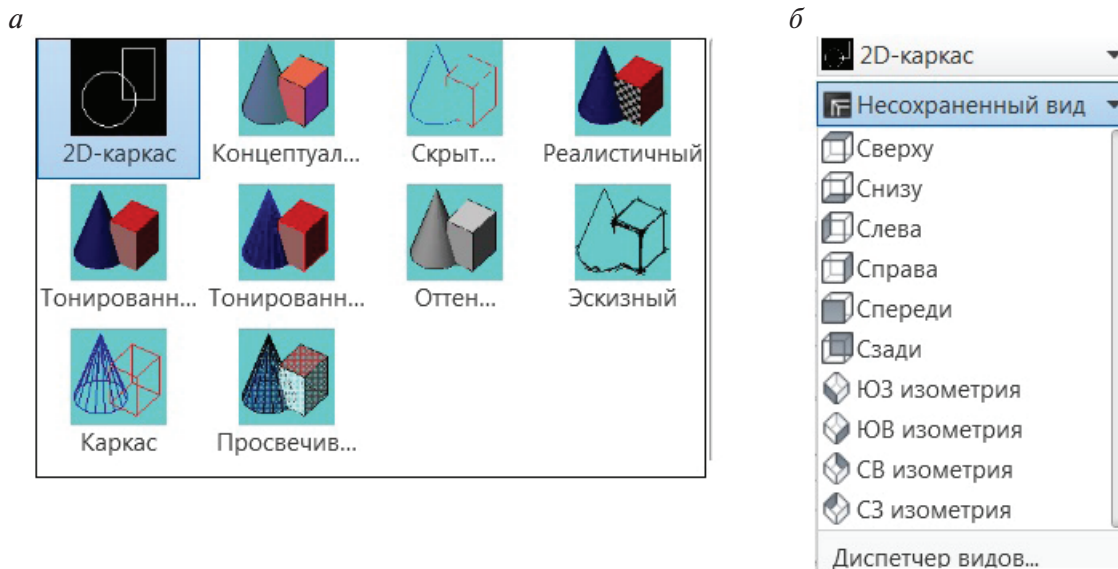

Рис. 3.1.5. Лента. Вкладка Главная. Панель инструментов Вид:
В рабочем пространстве **3D-моделирование** вкладка **Главная** на **Ленте** содержит панель инструментов **Вид** с раскрывающимися списками **Визуальных стилей** (рис. 3.1.5, а) и **Стандартных видов** (рис. 3.1.5, б).
- выбором необходимого вида из списка панели **Вид**, представленного на рис. 3.1.5;